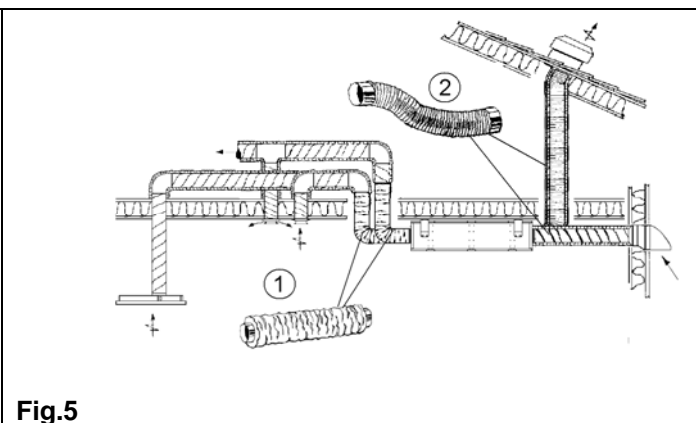

Fig.5
For å unngå forstyrrende viftelyd til oppholdsrom benyttes lyddempende kanal (pos.1, **fig. 5**) på aggregatets tilluft- og avtrekksstuss (lengde = 1,0m pr. stk.). Ikke fra kjøkkenhette.
Fleksible kanaler (pos.2, **fig.5**) kan benyttes for tilpassinger mellom aggregat og takhatt/friskluftinntak.